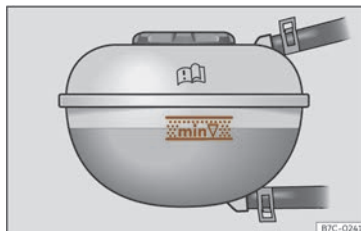

**Fig. 202** Dans le compartiment moteur : repère sur le vase d'expansion du liquide de refroidissement.
- Consultez le niveau de liquide de refroidissement dans le vase d'expansion. Lorsque le moteur est froid, le niveau de liquide de refroidissement doit rester entre les repères» **fig. 202** . Lorsque le moteur est »